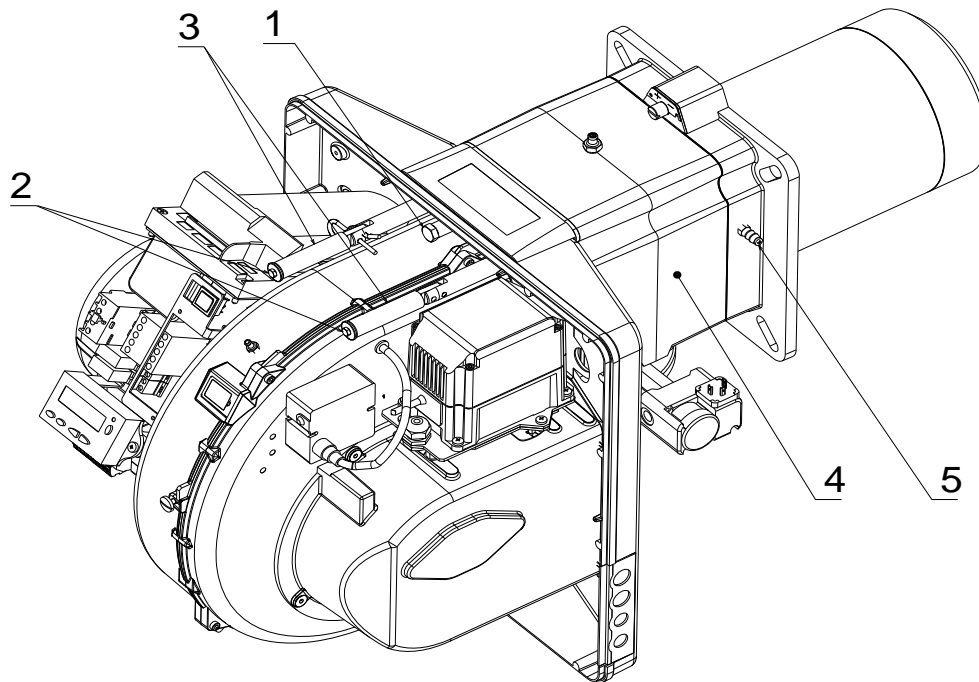

Abb. 18
- das Kabel des Fühlers und der Elektrode einführen sowie den Brenner bis zur in Abb. 18 gezeigten Position schieben;